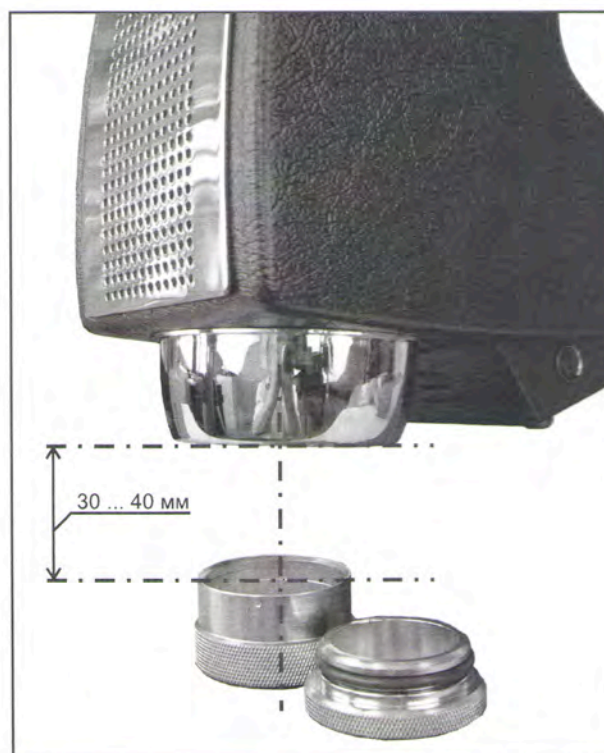

Рис. 30
3. Поднесите пробоотборную поверхность включенного детектора (рис. 2) к открытому имитатору ВВ на расстояние 30 ... 40 мм (рис. 30).